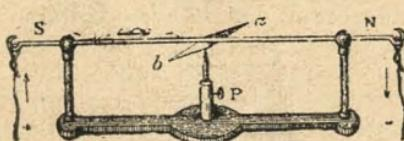

Fig. 216.—Experimento de Øerstedt.
2. **Experimento de Øerstedt.**—Supongamos que se reúnan los dos polos de una pila, por medio de un largo hilo metálico, y que se aproxime una porción rectilínea de este hilo, mantenida en el meridiano magnético *S N*, á una aguja imanada *a b*, móvil sobre un eje vertical (fig. 216).